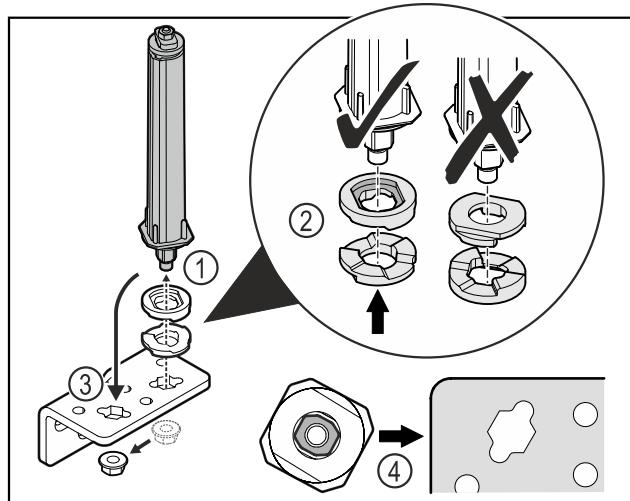

Fig. 23
- ▶ Soltar la tuerca y retirar el sistema de cierre de la puerta Fig. 23 (1).
- ▶ Tener en cuenta la orientación correcta de las arandelas de ajuste de altura Fig. 23 (2).
- ▶ Cambiar la posición del sistema de cierre de la puerta en la escuadra de bisagra y fijar con la tuerca Fig. 23 (3).
- ▶ Tener en cuenta la orientación correcta del sistema de cierre de la puerta al insertarlo Fig. 23 (4).